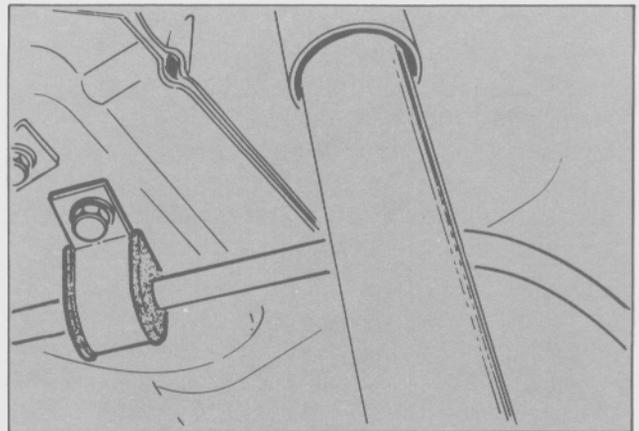
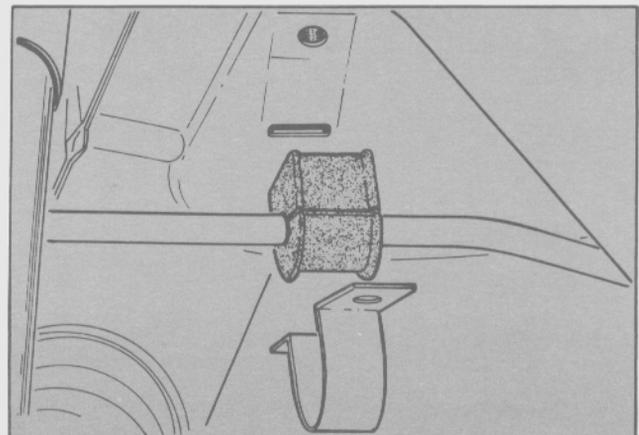

Fig. 60. Soporte de montaje de la barra estabilizadora
Fig. 61. Instalación del soporte de montaje de la barra estabilizadora
- Extraer los tornillos de sujeción del soporte de montaje de la barra estabilizadora (Fig. 60).
- Lubricar los bujes de goma (4) de las bielas de conexión con una solución jabonosa y montarlos a la barra estabilizadora.
- Insertar los soportes de montaje en las ranuras del piso, colocar los tornillos de fijación y ajustarlos al torque especificado (Fig. 61).